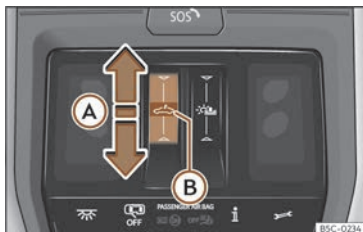

Fig. 86 Sur le revêtement intérieur du toit : touche du toit ouvrant.
- Mouvement automatique : faites glisser le doigt vers l'arrière de la zone fonctionnelle  >>> **fig. 86 (A)**.
- Dans les 5 secondes après avoir activé la fonction anti-pincement, faites glisser le doigt vers l'avant de la zone fonctionnelle >>> **fig. 86 (A)** et maintenez-le appuyé jusqu'à ce que le toit ouvrant soit entièrement refermé.